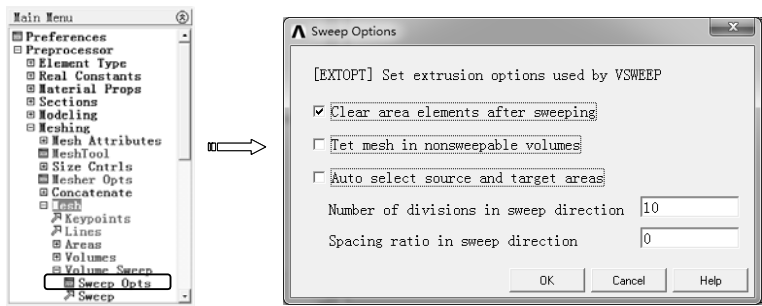

图 3-69 扫掠设置
6) 选择“Main Menu>Preprocessor>Meshing>Mesh>Volume Sweep>Sweep Opts”命令，弹出“Sweep Options”对话框，在“Number of divisions in sweep direction”文本框中输入10，单击“OK”按钮完成，如图 3-69 所示。